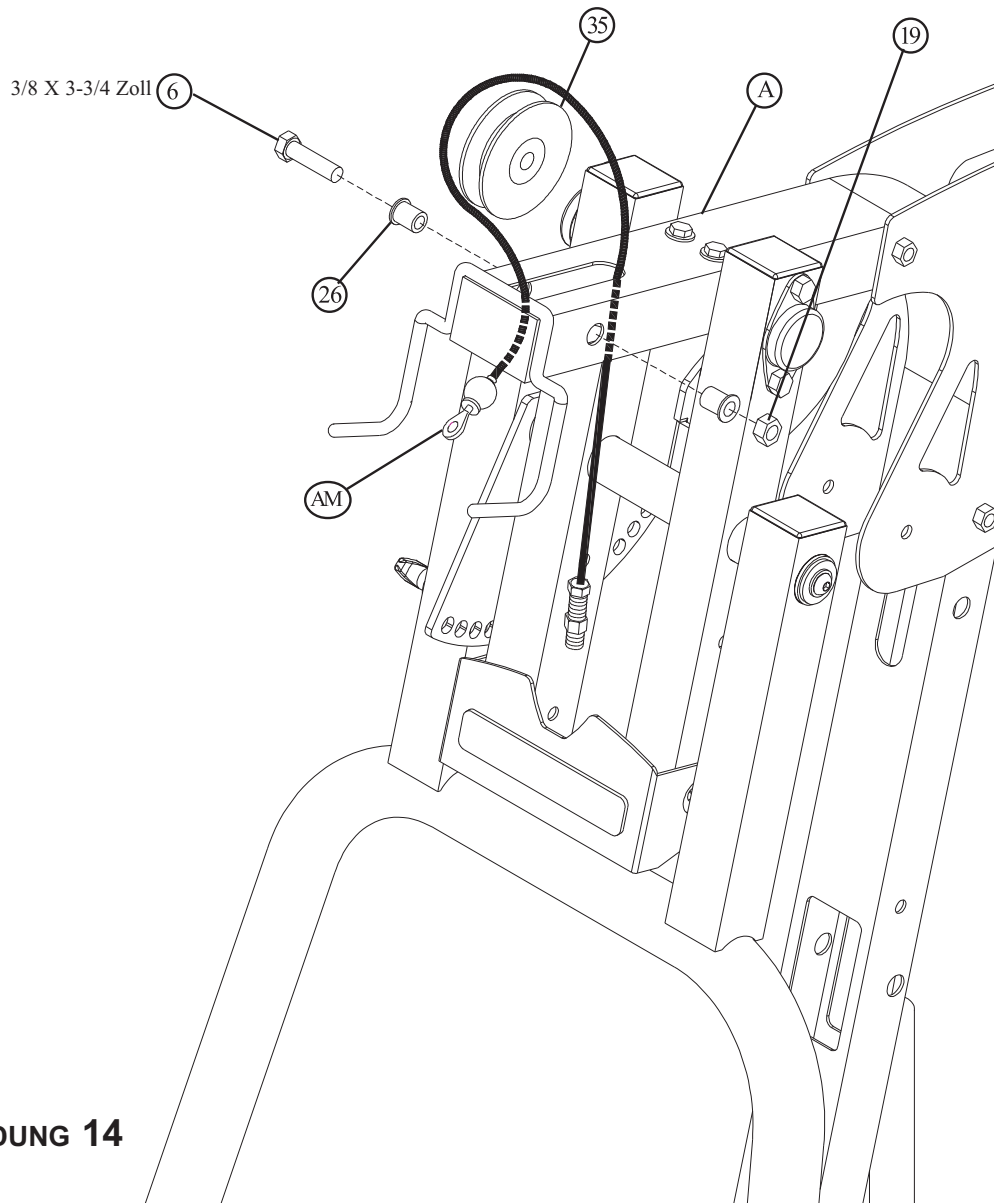

**ABBILDUNG 13**
- Die PRESSARM-GELENKWELLE vom PRESSARM (H) abmontieren. Hierzu die zwei 3/8 X 3/4 Zoll INNENSECHSKANTSCHRAUBEN und die zwei 3/8 Zoll UNTERLEGSCHIEBEN wie in ABBILDUNG 13 gezeigt entfernen.
- Die PRESSARM-GELENKWELLE durch den PRESSARM (H) und den PRESSARM-STÜTZRAHMEN (X) einführen und dann die 3/8 X 3/4 Zoll INNENSECHSKANTSCHRAUBEN und die 3/8 Zoll UNTERLEGSCHIEBEN wie in ABBILDUNG 13 gezeigt an der PRESSARM-GELENKWELLE montieren. **(Hinweis: Diese Verbindung so fest anziehen, dass kein Spiel mehr vorhanden ist, der PRESSARM sich jedoch frei drehen kann.)**
- Den FEDERSTIFT herausziehen und den PRESSARM (H) drehen, bis der FEDERSTIFT die PRESSARM-EINSTELLVORRICHTUNG (Y) berührt.